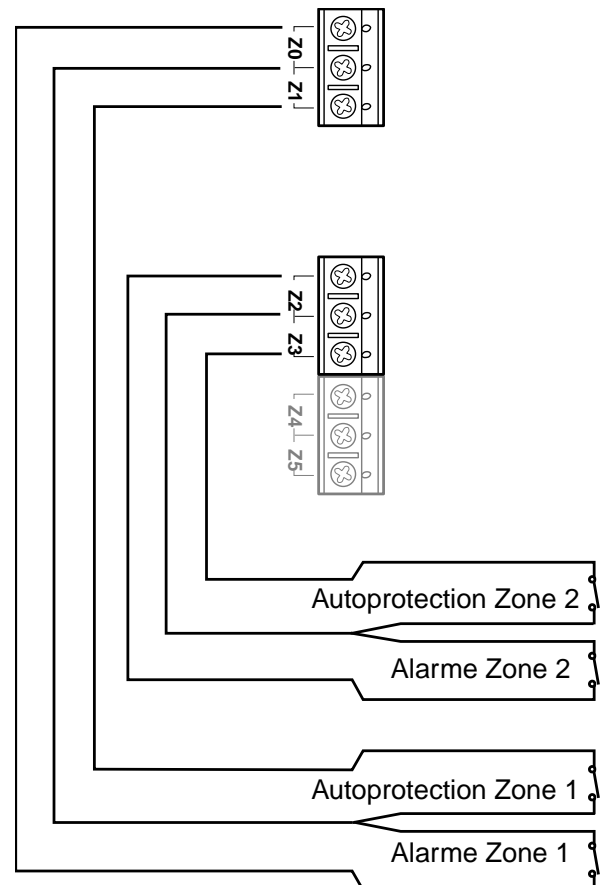

Figure 11. Câblage NF des zones centrale
La figure 11 montre le câblage en normalement fermé (NF) pour la centrale.